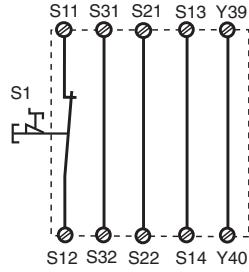
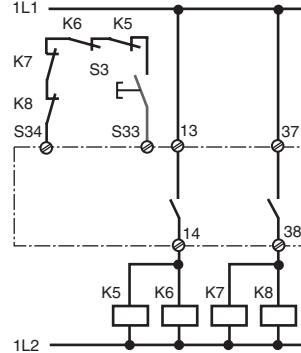

Fig. 2: Eingangskreis einkanalig, automat. Start/Single-channel input circuit, automatic reset/Commande par 1 canal, validation automatique
Fig. 10: wie Fig. 9 mit überwachtem Start/connection for contactors/relays and monitored reset/comme Fig. 8 avec surveillance du poussoir de validation
In Fig. 2 ... Fig. 10 sind Anschlussbeispiele für NOT-AUS-Beschaltung mit automatischem und überwachtem Start, Schutztürsteuerungen sowie Kontaktvervielfachung durch externe Schütze.
- Fig. 2 und 7: **keine** Verbindung S33-S34
In Fig. 2 ... Fig. 10 are connection examples for Emergency Stop wiring with automatic and monitored reset. Safety gate controls as well as contact expansion via external contactors.
- Fig. 2 and 7: S33-S34 **not** connected
Les figures 2 à 10 représentent les différents câblages possibles du PNOZ XV2 à savoir : poussoir AU avec réarmement automatique ou auto-contrôlé, interrupteurs de position et augmentation du nombre des contacts de sécurité par contacteurs externes.
- Fig. 2 et 7: **pas** de câblage sur S33-S34